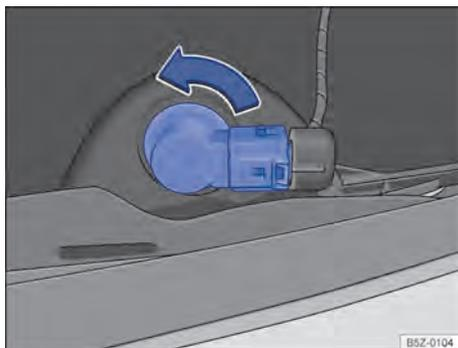

Fig. 144 Atrás do para-choque traseiro: acesso à lâmpada incandescente da lanterna de neblina (somente lado esquerdo).
3. Girar o soquete da lâmpada → Fig. 144, no sentido anti-horário da seta, e desencaixá-lo do alojamento.